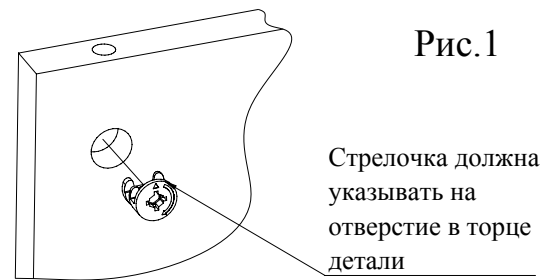

Рис.2
2. Вставьте головки минификсов в детали 2, 3, 5, 6 (Рис. 2).